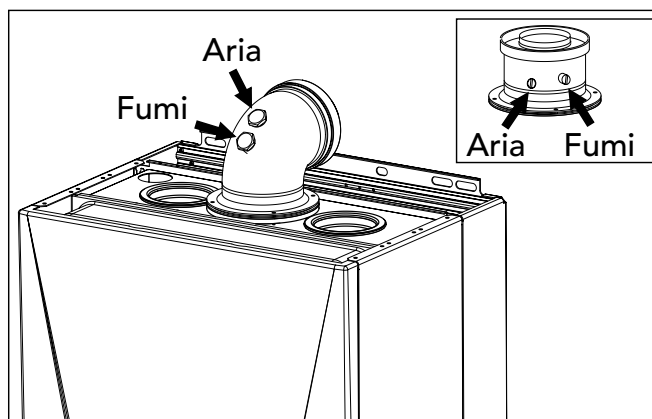

fig. 2
È possibile effettuare l'analisi della combustione attraverso i punti di prelievo aria e fumi predisposti negli accessori di partenza raffigurati in fig. 2.
- 1) Aprire i punti di prelievo aria e fumi come indicato in fig. 2